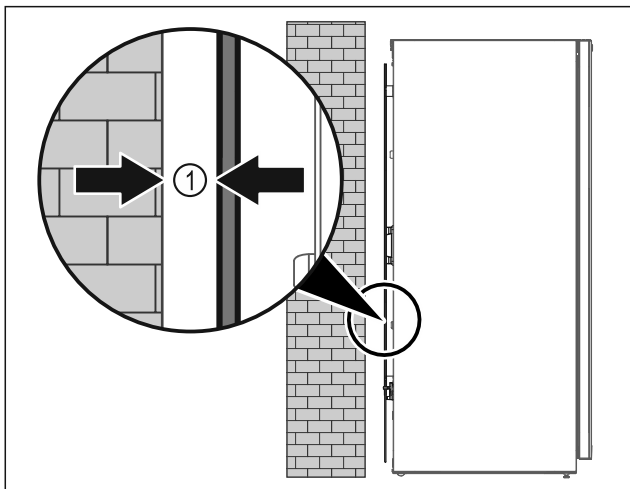

Fig. 47
- ▶ Установите устройство или свободно в помещении или прямо к стене на расстоянии 5 мм Fig. 47 (1).